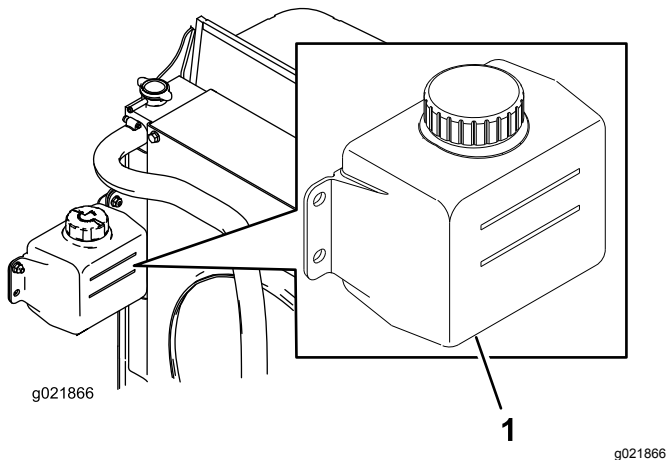

Bild 93
1. Prüfen Sie den Kühlmittelstand im Ausdehnungsgefäß (Bild 93).